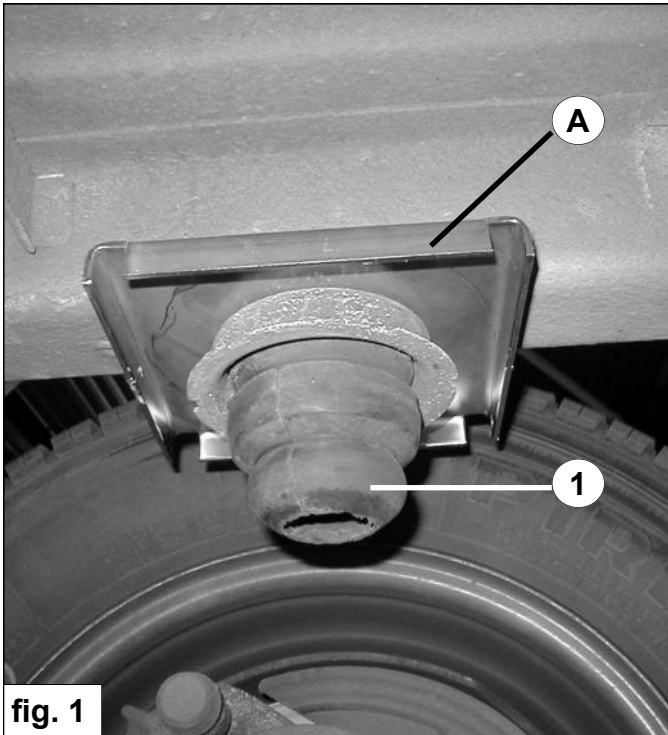

fig. 1
2. Stellen Sie den obere Federteller A mit dem Strip zu der Innenseite des Fahrzeugs. Montieren Sie dieser Federteller zusammen mit dem Puffer. Siehe fig. 1.
2. Placez la coupelle supérieure **A** avec la languette soudée à l'intérieur du véhicule. Montez celle-ci avec le tampon. Voir fig. 1.